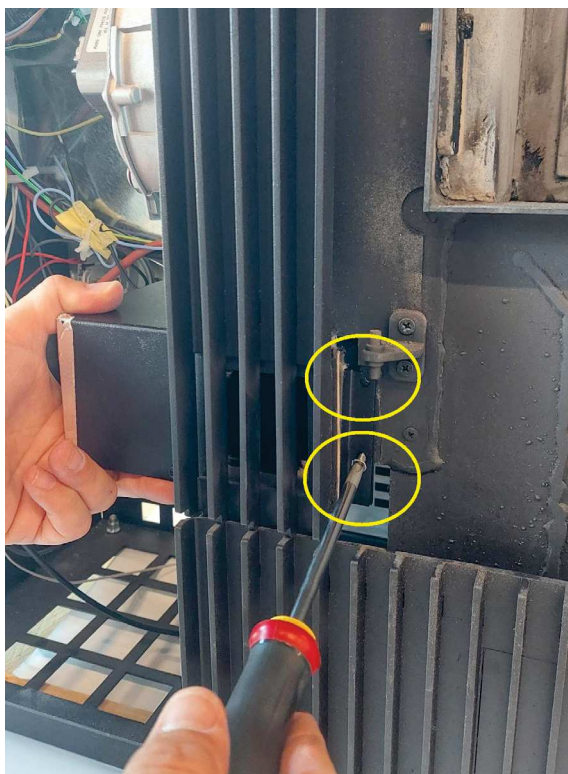

Fig. 39 -.
- Dévissez les deux vis de fixation du caisson **Fig. 39**.